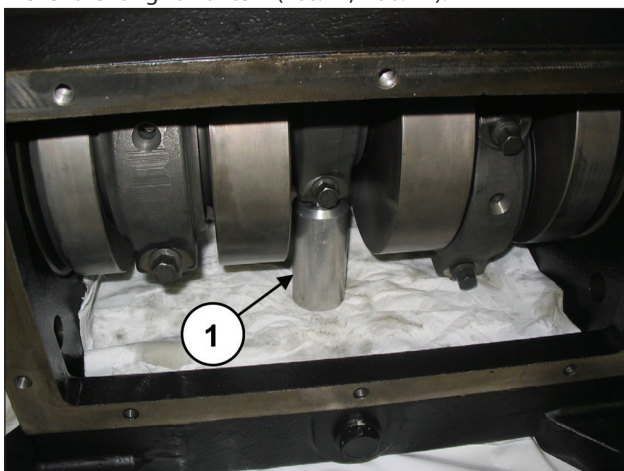

Abb. 17
Setzen Sie eine Passscheibe unter die Pleuelstange, um die Wellendrehung zu kontern (Pos. ①, Abb. 17).